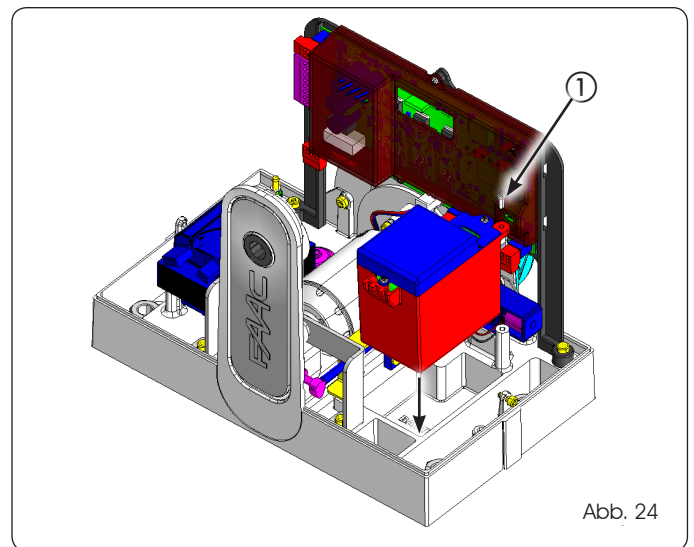

Abb. 24
Das Batterie-Set gemäß Abb. 24 montieren. Das Set in den entsprechenden Sitz einführen und mit der Schraube Bez. ① befestigen. Das Set mit dem entsprechenden Stecker auf der Leiterplatte verbinden (siehe entsprechende Anweisung). Für weitere Informationen zum Batterie-Set wird auf die spezifischen Betriebsanleitungen verwiesen.